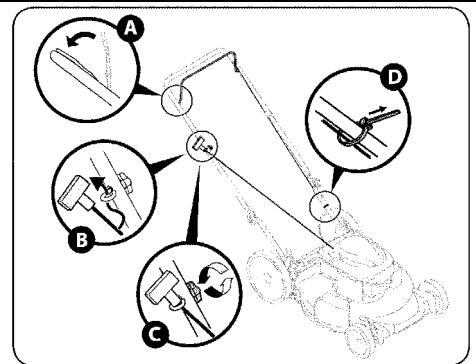

Рис. 6
1. Шнур стартера присоединен к правой стороне верхней части ручки. Ослабьте барабанковую гайку, которая фиксирует направляющую шнура. См. Рисунок 6.
- Медленно потяните рукоятку стартера от двигателя и заведите шнур в направляющую шнура. См. Рисунок 6.